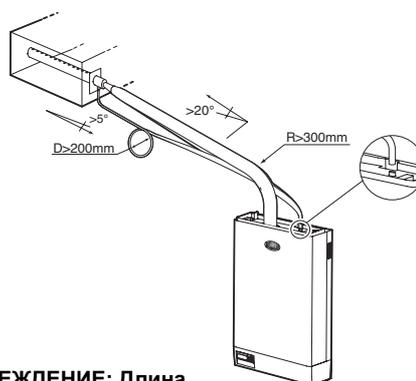

Рис. 8.6.3
2. Для коротких расстояний (менее 2 м) сгиб радиусом не менее 300 мм, далее подъем вверх под углом не менее  $20^{\circ}$  (см. Рис. 8.6.3).
Если позволяет расстояние до распределителя, трубку можно подсоединить к патрубку С (входит в комплект поставки), который привинчивается сверху увлажнителя для слива конденсата обратно в паровой цилиндр (см. Рис.8.6.3).